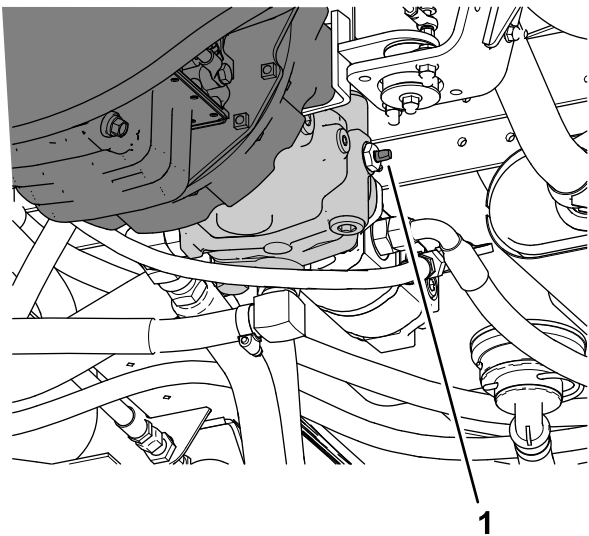

図 57
3. 牽引用バイパスバルブ 図 57 を左右どちらかに  $90^{\circ}$  回転させるとバルブが開く。